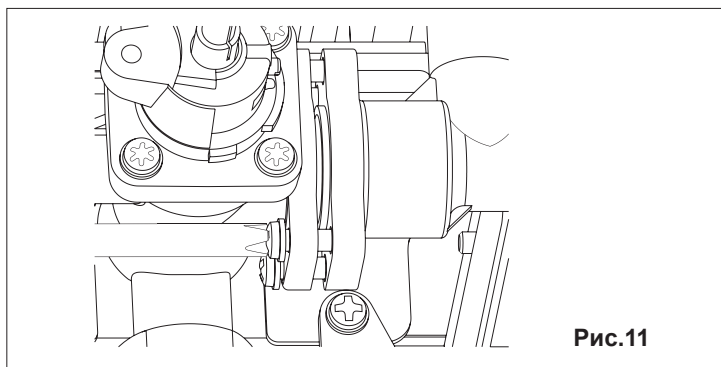

Рис.11
- открутить 4 винта (В) на газовом клапане (рис. 11);